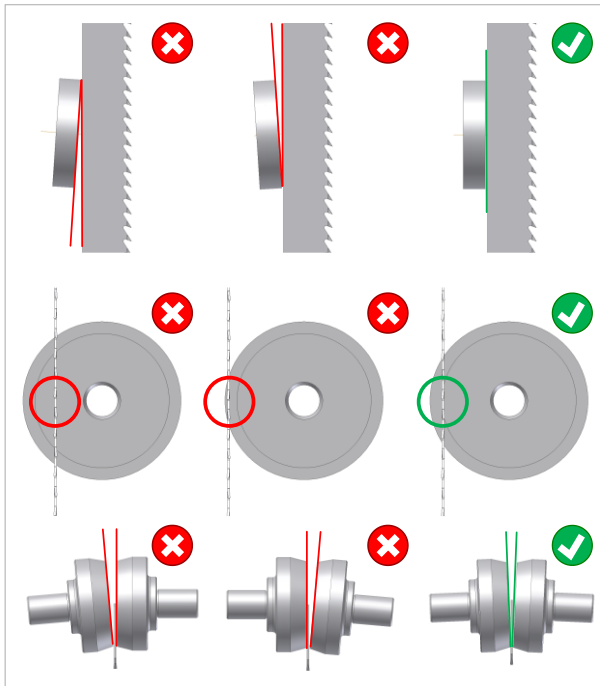

Figura 31: Regulação de base dos rolos traseiros e laterais
- Colocar os rolos laterais de modo que apenas toquem ligeiramente na lâmina de serra ⇒ Figura 31). É necessário garantir que a lâmina de serra não é empurrada para o lado!
- A ⇒ Figura 31 mostra a regulação ótima dos rolos traseiros e laterais na extrema-direita e na esquerda e, no centro, as regulações incorretas que devem ser evitadas.
- O rolo traseiro deve estar paralelo e vertical à parte de trás da lâmina de serra (⇒ Figura 31 canto superior direito).
- A lâmina de serra deve passar exatamente à frente da borda interior do rolo traseiro (⇒ Figura 31 centro-direita).
- Os ângulos de abertura entre os rolos laterais e a lâmina de serra devem ser iguais em ambos os lados (⇒ Figura 31 em baixo à direita).
Ajuste básico incorreto da guia.	→ Verifique a regulação básica (⇒ Figura 31) e reajustar se necessário (⇒ 10.7.2).
A lâmina de serra corre demasiado para dentro no rolo traseiro.	→ Verifique a regulação básica (⇒ Figura 31) e reajustar se necessário (⇒ 10.7.2).